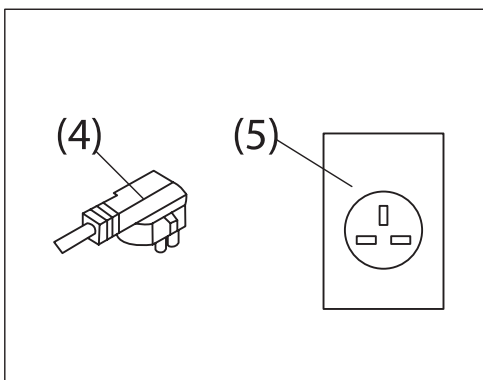

Figura 12.
**c)** Conecte el cable de alimentación (4) a la toma de corriente (5). Asegúrese de que la conexión sea correcta (Figura 12).